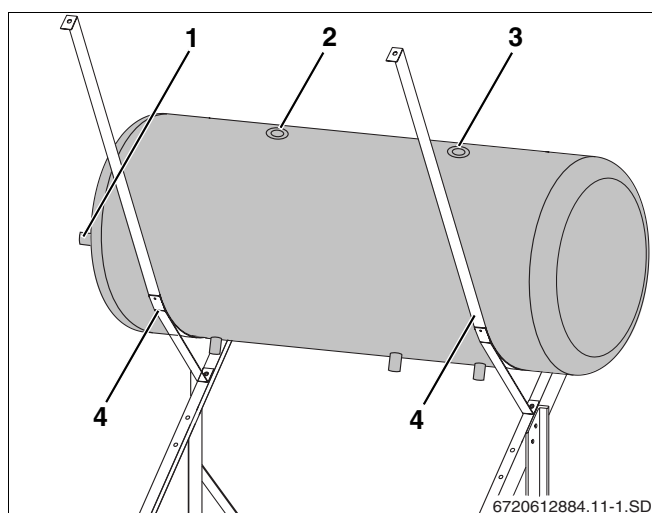

Fig. 10 Colocación del acumulador en las cintas de sujeción
Asegúrese de que la conexión de impulsión (fig. 10, **pos. 1**) se encuentra en el lado izquierdo mirando el equipo desde delante.
- ▶ Coloque el acumulador en las cintas de sujeción (fig. 10, **pos. 4**).
- ▶ Disponga el acumulador de tal modo que quede centrado en las cintas de sujeción (fig 10, **pos. 4**) y que el lado en el que se encuentran las dos conexiones (fig 10, **pos. 2 y 3**) quede arriba.